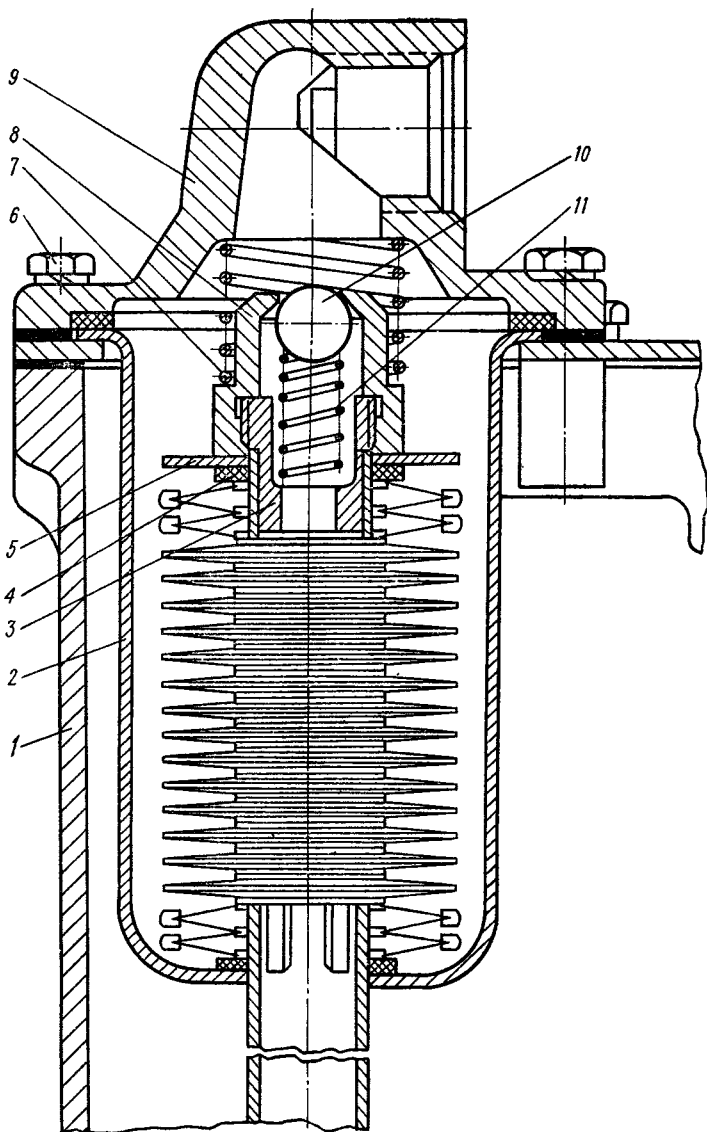

Рис. 76. Масляный фильтр гидравлической системы:
2. Выверните шесть болтов крепления крышки фильтра и выньте корпус фильтра с фильтрующими элементами (рис. 76).